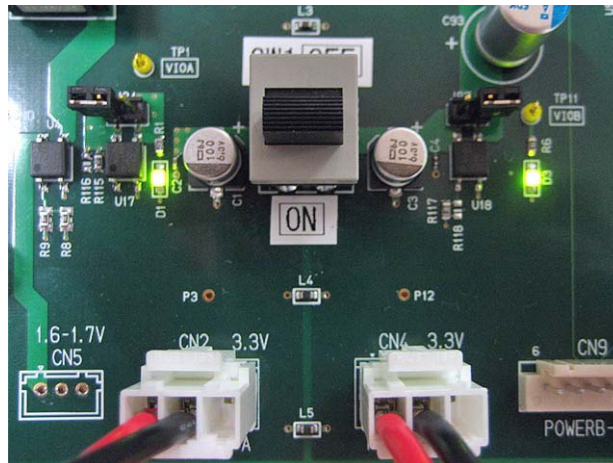

図 23 電源スイッチ SW1 をオン(下)側に倒すと、左右の EEPROM 付近の LED が点灯
- ⑤ 図 23 のように電源スイッチ SW1 を ON にすると、スイッチ両側の 2 つの LED(D1 と D3) が点灯する。点灯しない場合は、電源から電力が供給されていること、電源ケーブルの接続、SW1 と SW3 の状態をチェックする。